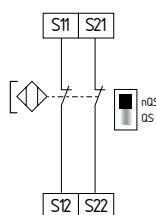

Fig. 14
**Control de interruptores magnéticos de seguridad mediante dos canales según EN 60947-5-3 (véase fig. 14)**